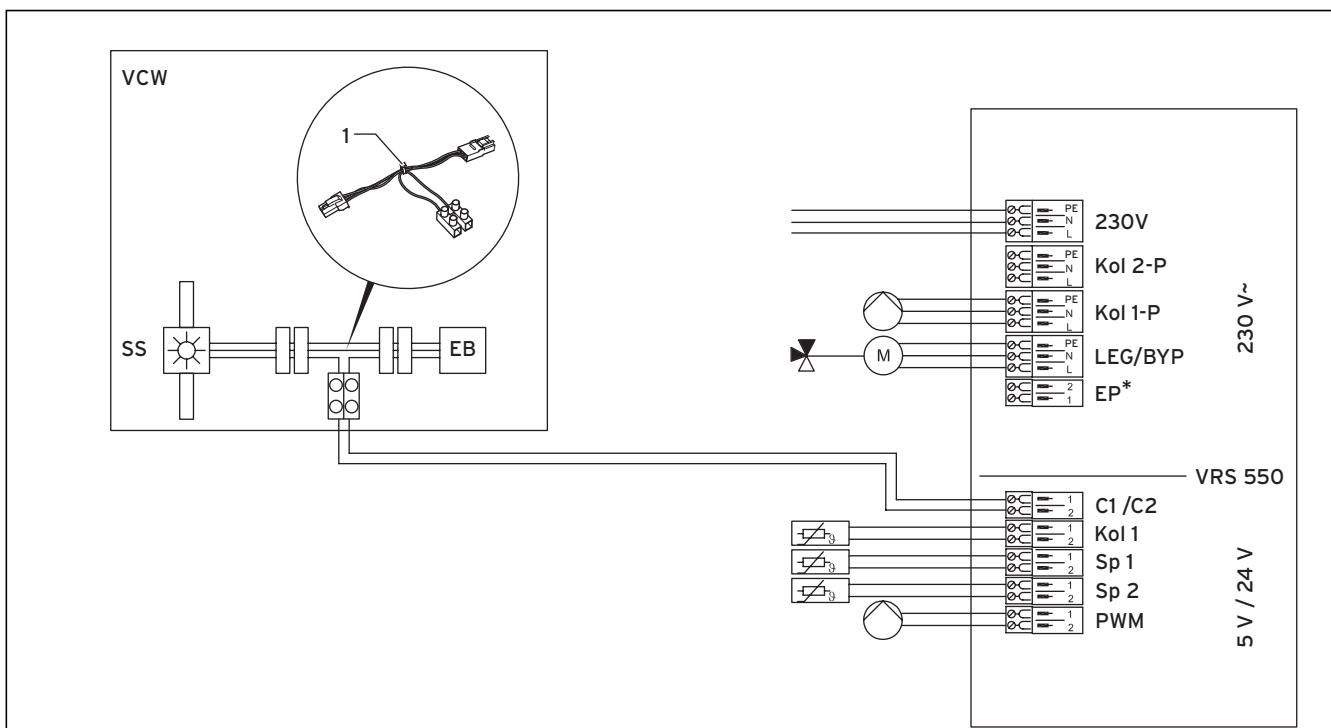

Fig. 5.9 Plan de raccordement pour schéma hydraulique 1
Lors d'une utilisation en conjonction avec les appareils combinables VMW Vaillant, une instruction doit être transmise à l'appareil de chauffage par le contact C1/C2 du régulateur indiquant que la température du ballon solaire est suffisante et qu'un réchauffement par l'appareil de chauffage n'est pas nécessaire. Coupez la connexion des fiches entre le dispositif de mesure du débit (CC) et la boîte électronique (BE) et rétablissez la connexion avec l'adaptateur (fig. 5.9) compris dans la livraison. Étendez le câble de l'adaptateur jusqu'au régulateur du système auroSTEP plus en vous conformant au schéma 5.9 et raccordez-le au contact C1/C2.